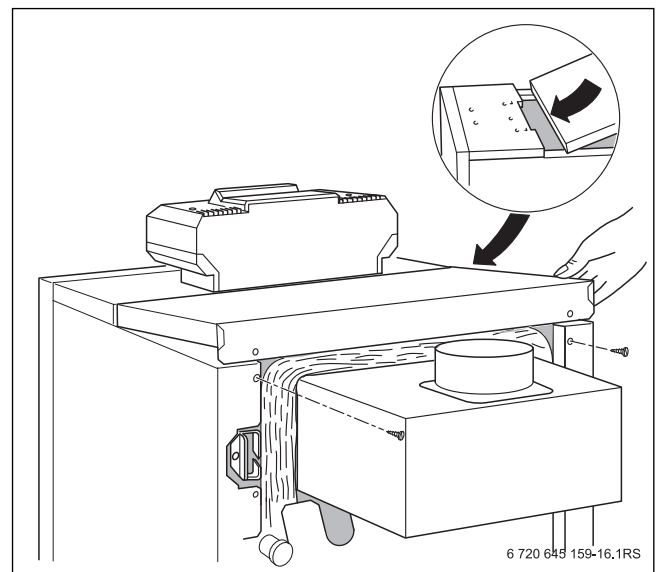

Рис. 25 Установка задней крышки котла
▶ Задвиньте заднюю крышку котла с язычками под переднюю крышку и нажмите на неё сзади вниз (→ рис. 25).